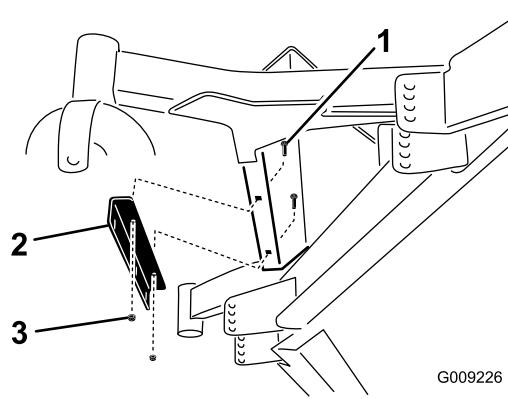

Figura 34
4. Installate la staffa di montaggio della zavorra sotto il poggiapiedi con 2 bulloni a testa tonda (5/16" x $\frac{3}{4}$ ") e 2 dadi flangiati (5/16"), come illustrato nella Figura 34.